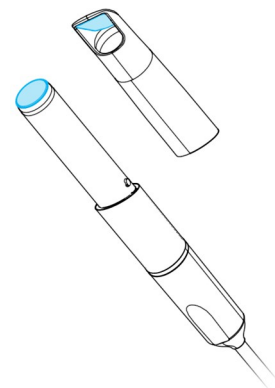

Figura 8: Limpieza de la óptica de la funda y de la pieza de mano
2. Limpie la óptica de la funda de la pieza de mano con un bastoncillo mojado en alcohol (*consulte Figura 8: Limpieza de la óptica de la funda y de la pieza de mano, p. 22*).
3. Limpie la óptica de la pieza de mano (sin la funda) con un bastoncillo mojado en alcohol (*consulte Figura 8: Limpieza de la óptica de la funda y de la pieza de mano, p. 22*).